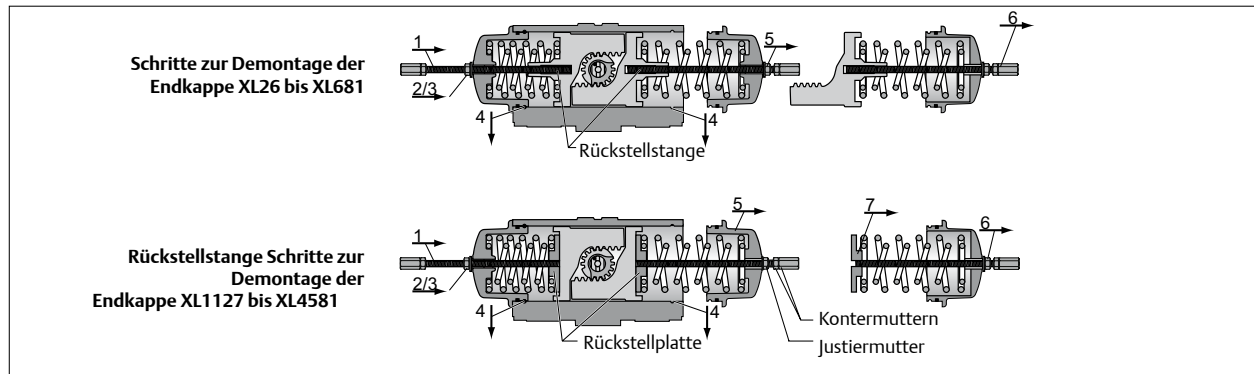

Abb. 4 Demontage der Endkappe
10. Wenn beide SAFEKEYS entfernt sind, drehen Sie die Welle mit einem Schlüssel, wobei die Kolben (20) voneinander weg bewegt werden, bis sie die Endkappen teilweise aus dem Gehäuse schieben.
- Für XL 26 bis XL681 die Kolben (20), Federn und die Endkappe treten hervor.
11. Um das Federpaket (siehe Abb. 4) so zu belassen wie es ist, wird die Rückstellstange nicht bewegt. Zum Demontieren des Federpakets lösen Sie die Justiermutter auf der Rückstellstange und reduzieren so den durch die Federn ausgeübten Druck, während Sie das Drehen der Stange verhindern, indem Sie die Kontermuttern mit einem Schraubenschlüssel festhalten.